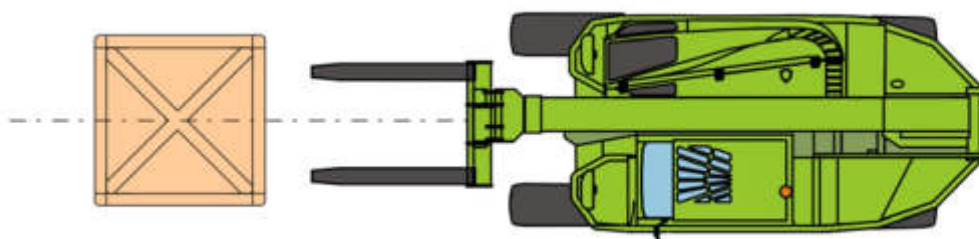

Fig.5
- die Befestigungen "C" (serienmäßig geliefert) einsetzen, um das seitliche Verschieben der Gabeln zu vermeiden (Abb. 5)
- den Wähler der Gangschaltung (19) und den Wähler der Fahrtrichtung (20) in Position "N" bringen
- die Breite und die Zentrierung der Gabeln im Verhältnis zum anzuhebenden Gewicht einstellen (Abb. 5)